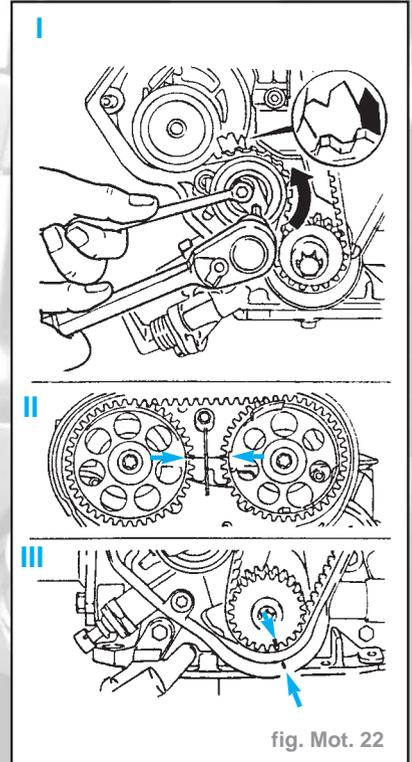

fig. Mot. 22
- Desserrer la vis de fixation du galet-tendeur de la courroie crantée (I) (fig. Mot. 22).
- Tendre le galet-tendeur de courroie crantée (I) par l'excentrique de réglage dans le sens de la flèche (dans le sens inverse des aiguilles d'une montre) jusqu'à ce que l'index du galet-tendeur de courroie crantée se trouve juste avant la butée droite (1). Serrer la vis de fixation du galet-tendeur de courroie crantée.